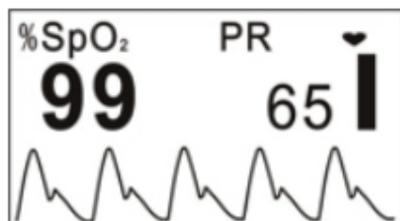
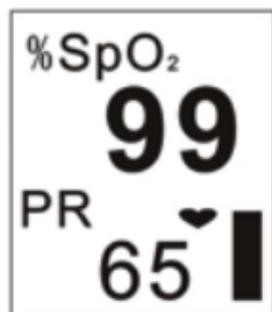
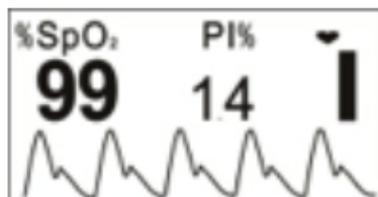
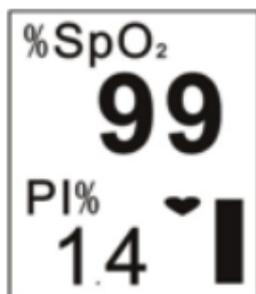

Abb. 4
Abb. 5
Abb. 6
Abb. 7
4. Rufen Sie dann den Datenanzeigebildschirm auf (wie in Abbildung 4 gezeigt). Der Benutzer kann die Werte ablesen und die Wellenform auf dem Bildschirm anzeigen.
5. Wenn die Anzeige wie in Abbildung 4 dargestellt ist, drücken Sie die Display-Taste, um den Anzeigebildschirm zu ändern.
- Drücken Sie einmal die Display-Taste. Der Bildschirm (wie in Abbildung 4 gezeigt) wird um 180° gedreht.
- Drücken Sie zweimal die Display-Taste. Der Bildschirm wird wie in Abbildung 5 dargestellt geändert.
- Drücken Sie dreimal die Display-Taste. Der Bildschirm (wie in Abbildung 5 gezeigt) wird um 180° gedreht.
- Drücken Sie die Display-Taste viermal. Der Bildschirm kehrt zum Bildschirm, welcher in Abbildung 4 gezeigt wird, zurück.
- Betätigen Sie die Display-Taste mit kreisförmigen Bewegungen. Der Bildschirm wechselt zwischen den beiden Bildschirmen (siehe Abbildung 4 und Abbildung 5) und die vier Richtungen werden abwechselnd angezeigt.
6. Halten Sie die Display-Taste ca. 2 Sekunden lang gedrückt. Der Bildschirm wird wie in Abbildung 6 gezeigt visualisiert. Die Unterschiede zwischen Abbildung 6 und Abbildung 4 sind folgende:
- In Abbildung 4 werden SpO₂ und Herzfrequenz überwacht und auf dem Bildschirm angezeigt
- In Abbildung 6 werden SpO₂ und der Perfusionsindex überwacht und auf dem Bildschirm angezeigt.
7. Wenn der Bildschirm wie in Abbildung 6 dargestellt angezeigt wird, drücken Sie die Display-Taste mit kreisförmigen Bewegungen. Der Bildschirm wechselt zwischen den beiden Bildschirmen (siehe Abbildung 6 und Abbildung 7) und die vier Richtungen werden abwechselnd angezeigt.
8. Der Anzeigebildschirm (wie in Abbildung 6 oder Abbildung 7 gezeigt) kehrt zu dem in Abbildung 4 oder Abbildung 5 gezeigten Bildschirm zurück, wenn der Vorgang nicht innerhalb von 10 Sekunden ausgeführt wird.